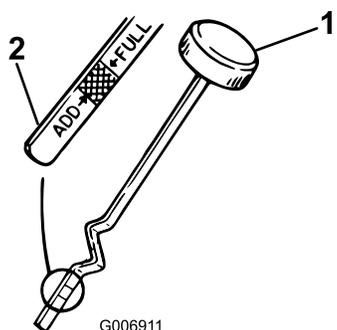

Figura 19
7. Desenrosque la varilla de aceite y limpie el extremo metálico (Figura 19).